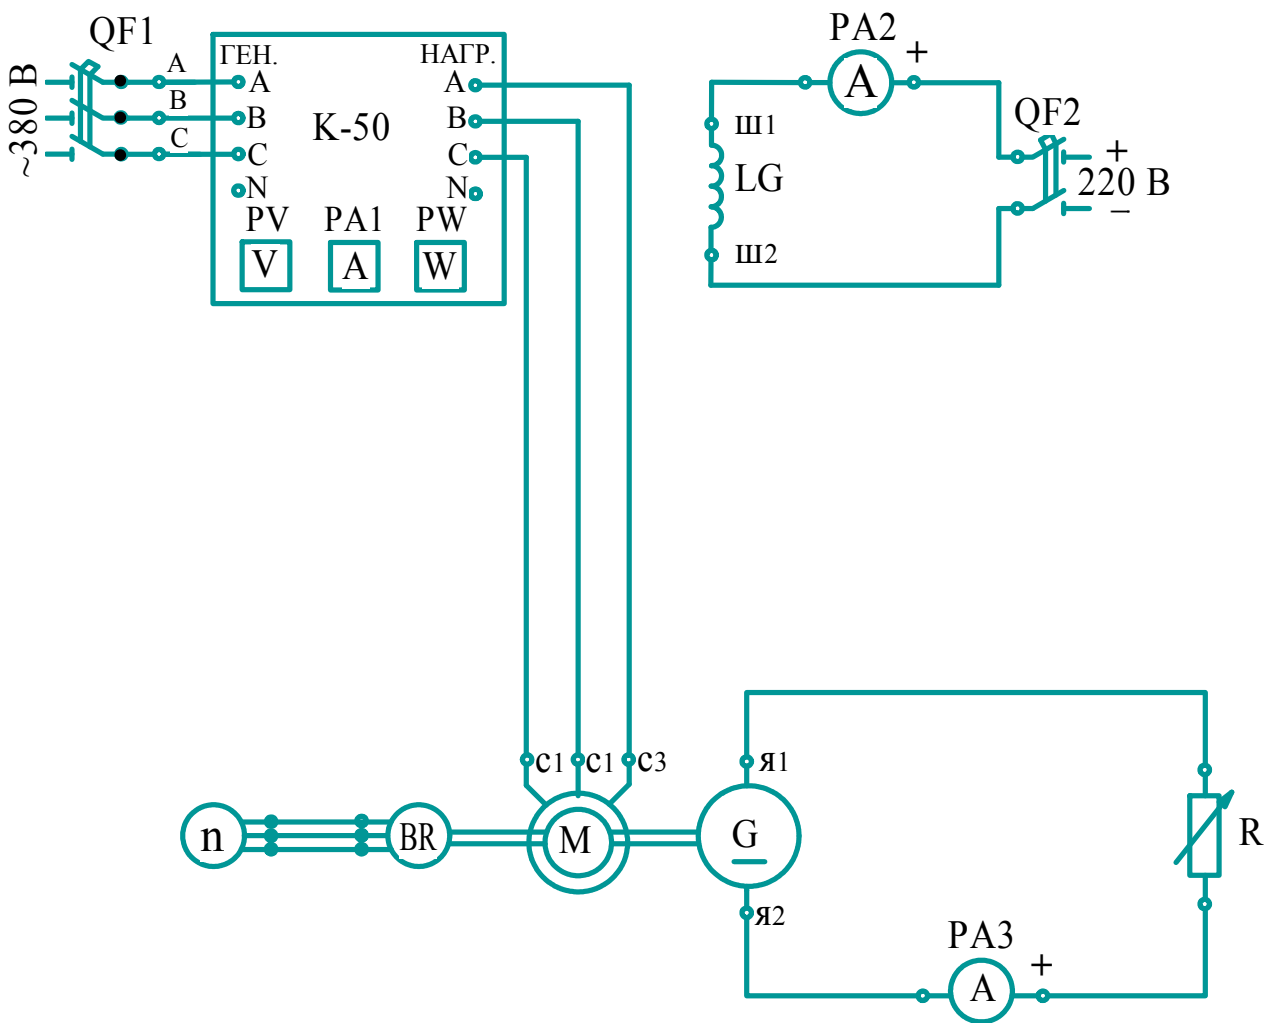

Рисунок 2 – Схема опыта нагрузки асинхронного двигателя с короткозамкнутым ротором
- 3 Собрать электрическую цепь по схеме (рисунок 2).